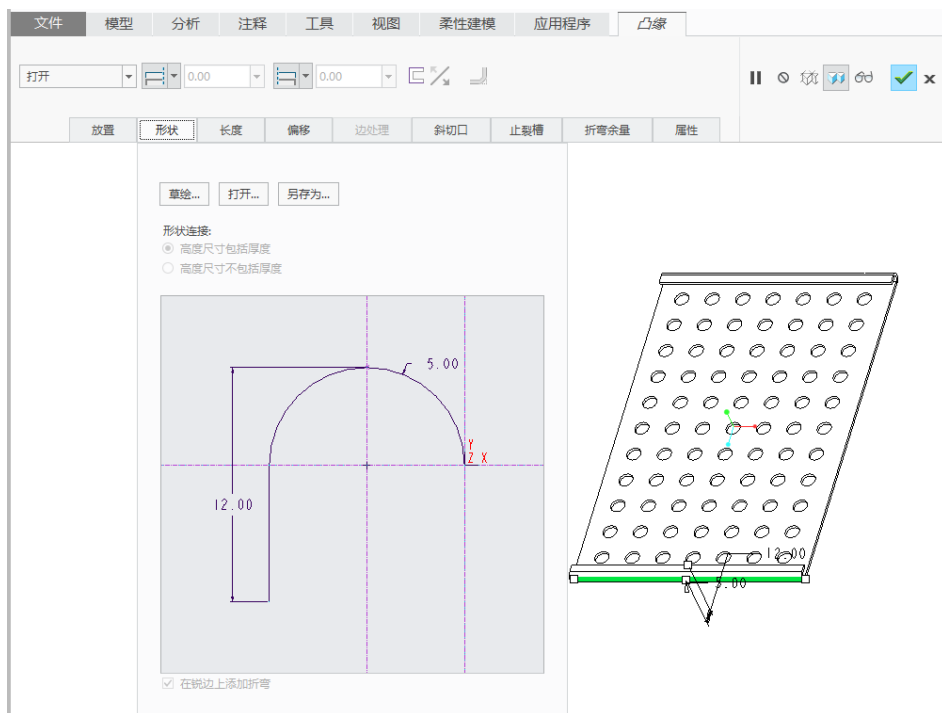

图 5-24 指定轮廓形状尺寸
(4) 在“凸缘”选项卡中打开“形状”滑出面板, 设置图 5-24 所示的轮廓形状尺寸。